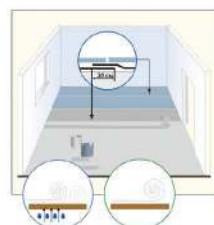

Рисунок 7
8. Если Вы укладываете ламинат на бетонное основание, то Вам потребуется полиэтиленовая пленка для обеспечения пароизоляции от остаточной влажности Вашей стяжки. После этого расстилается звукопоглощающая подложка толщиной не менее 2, но не более 3 мм, уже на которую осуществляется монтаж ламината. В случае монтажа на линолеум или деревянное покрытие пароизоляция не требуется (см. рис. 7).